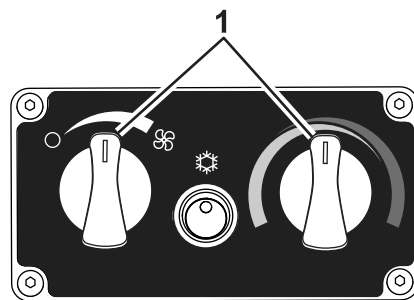

Bild 7
7. Bringen Sie die Regelknöpfe in die mittlere Position, wie in **Bild 7** dargestellt.